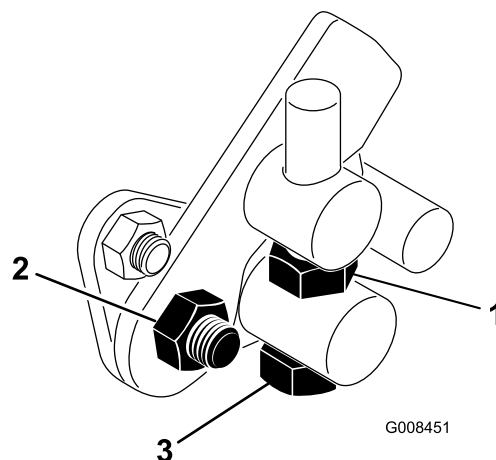

Figura 41
4. Serrate il controdado sul bullone di articolazione e il dado sul perno del pedale per fissare la regolazione (Figura 41). Controllate la messa a punto, e all'occorrenza ripetete la regolazione.